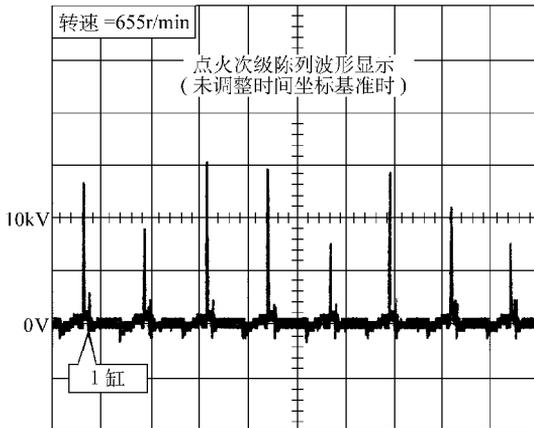

图 3-33 急加速时某缸出现过低波形
(2) 某缸实际峰值明显小于其他缸的峰值 在进行波形检测急加速时各个缸的击穿电压应同步均匀提高。如哪个缸峰值过低，说明该缸点火系的高压系统方面存在短路故障。如高压阻尼线漏电、火花塞绝缘瓷体破裂、火花塞电极间隙过小、电极被污染都会使实际峰值明显小于理想峰值，见图 3-33。高压阻尼线漏电容易造成对爆燃传感器的电磁干扰，点火系的高压系统方面的短路故障和火花塞电极间隙过小会影响发动机怠速和中低速运转的平稳性。